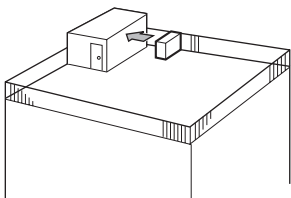

Fig. 2-2
- ① Coloque la salida de aire de frente a la pared más próxima a una distancia de unos 20" (500 mm) de ella. (Fig. 2-2)